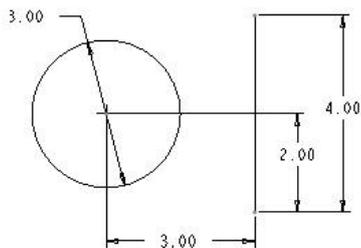

图 2-34 标注点到直线的距离
- (1) 单击尺寸标注按钮 , 进入尺寸标注操作。
- (2) 分别选择圆的圆心和右边线。
- (3) 在选中的圆心和右边线之间任选一点单击鼠标中键, 标出该圆心到右边线的距离, 如图 2-34 所示。
- (4) 双击该尺寸, 将该尺寸修改为“3”。